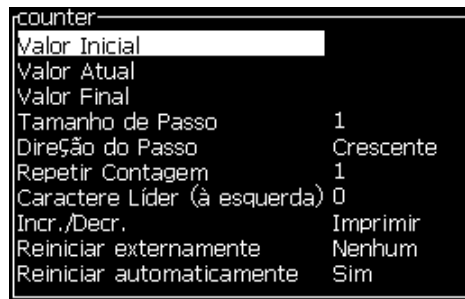

Figura 5-33: Caixa de diálogo Novo contador
- 4 Pressione a tecla *Enter* para abrir a caixa de diálogo para os contadores (veja Figura 5-33).
- 5 Defina os valores para todos os campos existentes na caixa de diálogo *Configuração do contador* (veja Figura 5-33).